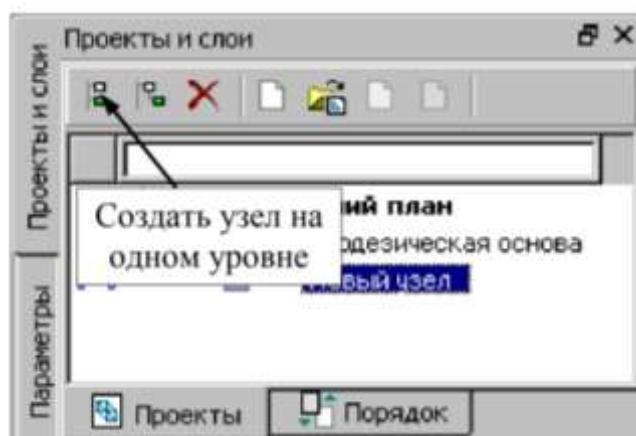

Рисунок 5 – Проекты и слои
2. Теперь для создания нового проекта с последующим импортом в него файла **PRX** необходимо создать новый узел. Для этого на локальной панели инструментов окна **Проекты** укажите курсором проект Геодезическая основа и выберите команду **Создать узел на одном уровне**  (рисунок 5).